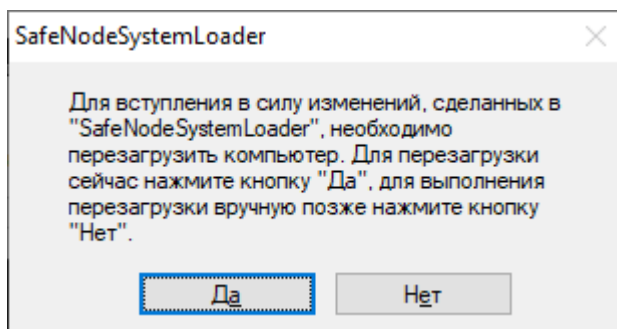

Рисунок 10.3 – Подтверждение перезагрузки ЭВМ
10.1.5 В появившемся диалоговом окне следует повторно нажать кнопку «**Да**» для перезагрузки ЭВМ (рисунок 10.3).